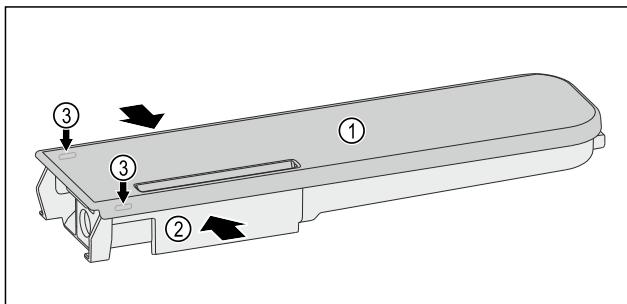

Fig. 117
- Wasserbehälter Fig. 117 (2) zusammendrücken und Deckel Fig. 117 (1) vorsichtig über die Rastnasen Fig. 117 (3) heben und hochziehen.
- Deckel Fig. 117 (1) leicht hin- und herbewegen und nach oben entnehmen.